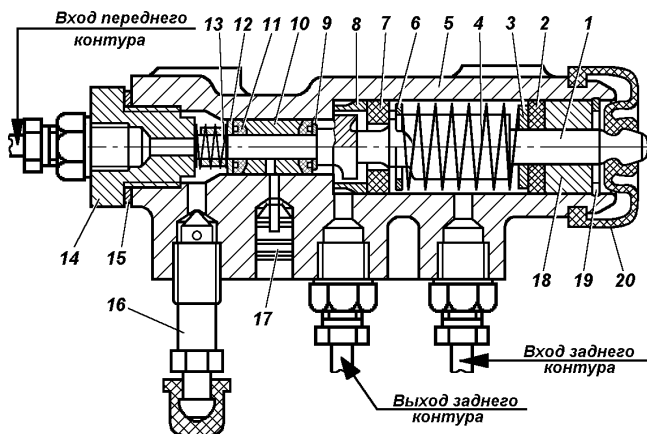

Рис. 7.14. Регулятор давления:
**Регулятор давления\*** (рис. 7.14) автоматически корректирует давление тормозной жидкости в контуре тормозных механизмов задних колес в зависимости от нагрузки на автомобиль, предотвращая занос автомобиля из-за блокировки задних колес при интенсивном торможении.
Обращать внимание при осмотрах гидропривода на расположение контрольной заглушки 17 (рис. 7.14) и отсутствие подтекания из-под нее тормозной жидкости. В нормальном состоянии заглушка должна быть утоплена в отверстие корпуса регулятора до упора. При выступании заглушки из отверстия и подтекании тормозной жидкости регулятор подлежит ремонту или замене.
поршня 1 (рис. 7.14) регулятора, повернуть болт на  $2/3$  оборота (4 грани головки болта) и затянуть контргайку.